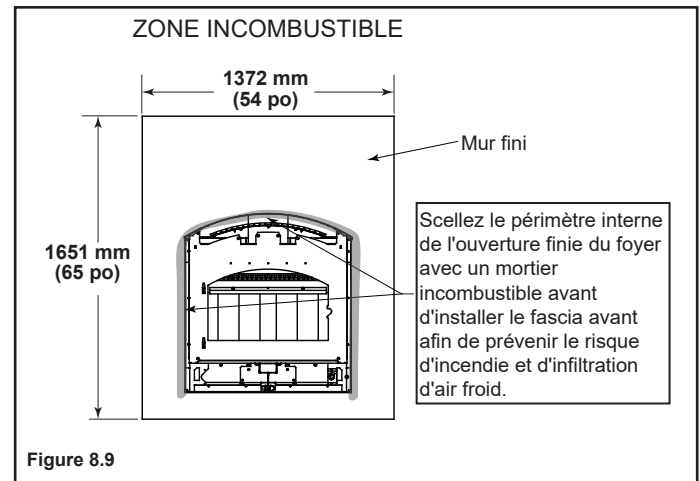

Figure 8.9
- Un cordon d'étanchéité incombustible doit être utilisé pour combler les éventuelles lacunes en haut et sur les côtés entre le foyer et le revêtement incombustible (figure 8.9) afin d'éviter les infiltrations d'air froid et le risque d'incendie. Les gros écarts peuvent être pontés avec un joint d'étanchéité de corde de fibre de verre.